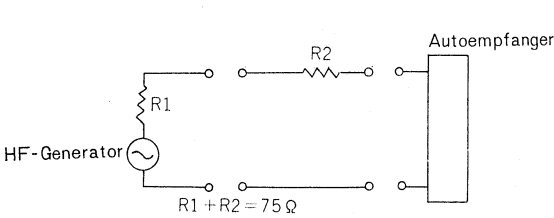

Abb. 11
3. Im Falle eines AM-Abgleiches ist der Ausgang des Meßsenders, 400 oder 1.000Hz, 30% moduliert, an die Antennenbuchse anzuschließen. Hierzu bedient man sich einer Kunstantenne nach Abb. 11.
| ① | HF-GENERATOR.....Der Ausgang des HF-Generators ist mittels einer Kunstantenne nach Abb. 11 an die Antennenbuchse des Empfängers anzuschließen | Den tieferen Frequenzen zu | 87MHz | L8 |